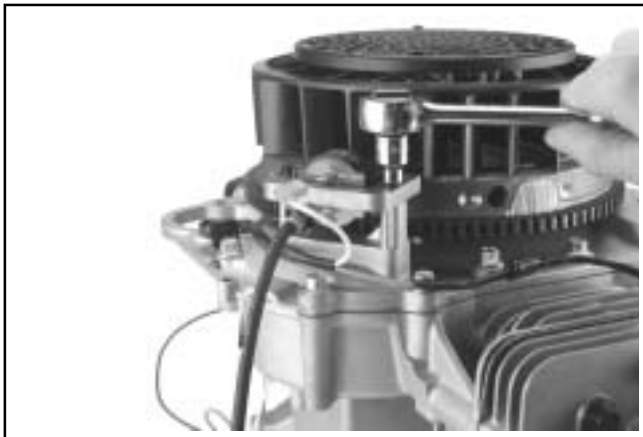

Figura 8-21. Desmontaje del módulo de encendido.
4. Desmonte los dos tornillos hexagonales con resalte y el módulo de encendido. Ver Figura 8-21.